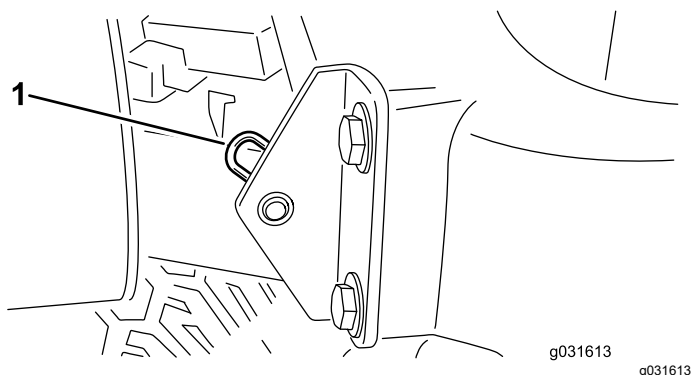

Figura 44
2. Retire el pasador que fija el pivote del capó a los soportes (Figura 44).